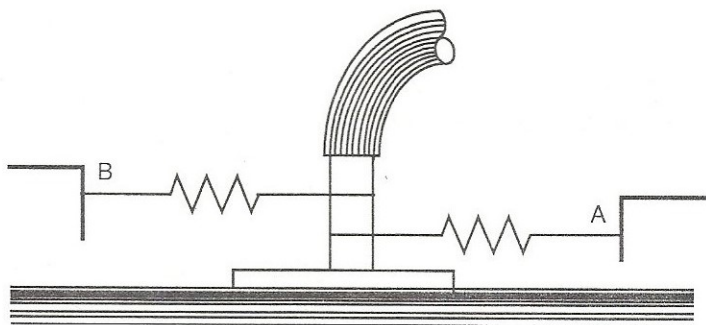

Figura 4
2. Monte el disco y los resortes como se muestra en la Figura 4.